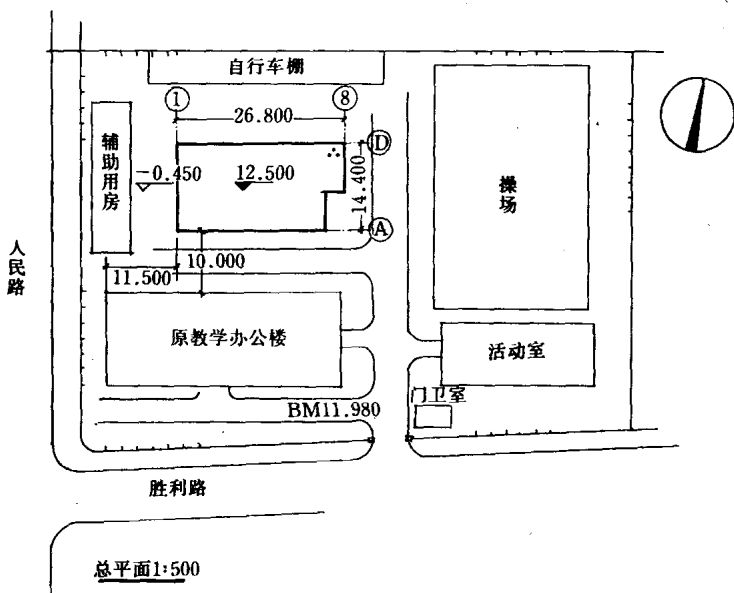

图 1-1 总平面图示意
1) 图1-1是该小学校的总平面图,校址位于胜利路和人民路交叉口。从图标可知是由××××设计院设计。本图的图号为总施1。